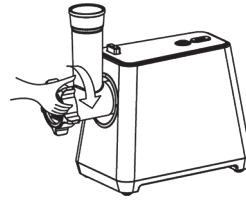

Рис.5
7.1.5 Зафиксируйте конструкцию с помощью фиксирующего кольца, завернув его по часовой стрелке, как указано на рис. 5. Не затягивайте кольцо слишком туго.